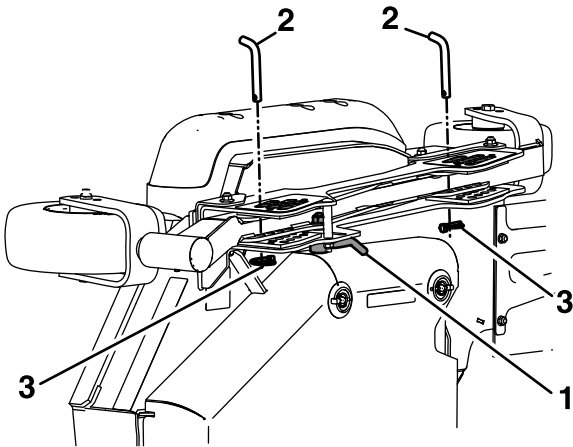

Figure 27
- B. Débloquez les verrous à came situés sur le profilé de hauteur de coupe du tablier latéral (Figure 27).
- D. Placez le tablier latéral à la hauteur adéquate et reposez les goupilles de hauteur de coupe et les goupilles à anneau (Figure 27).